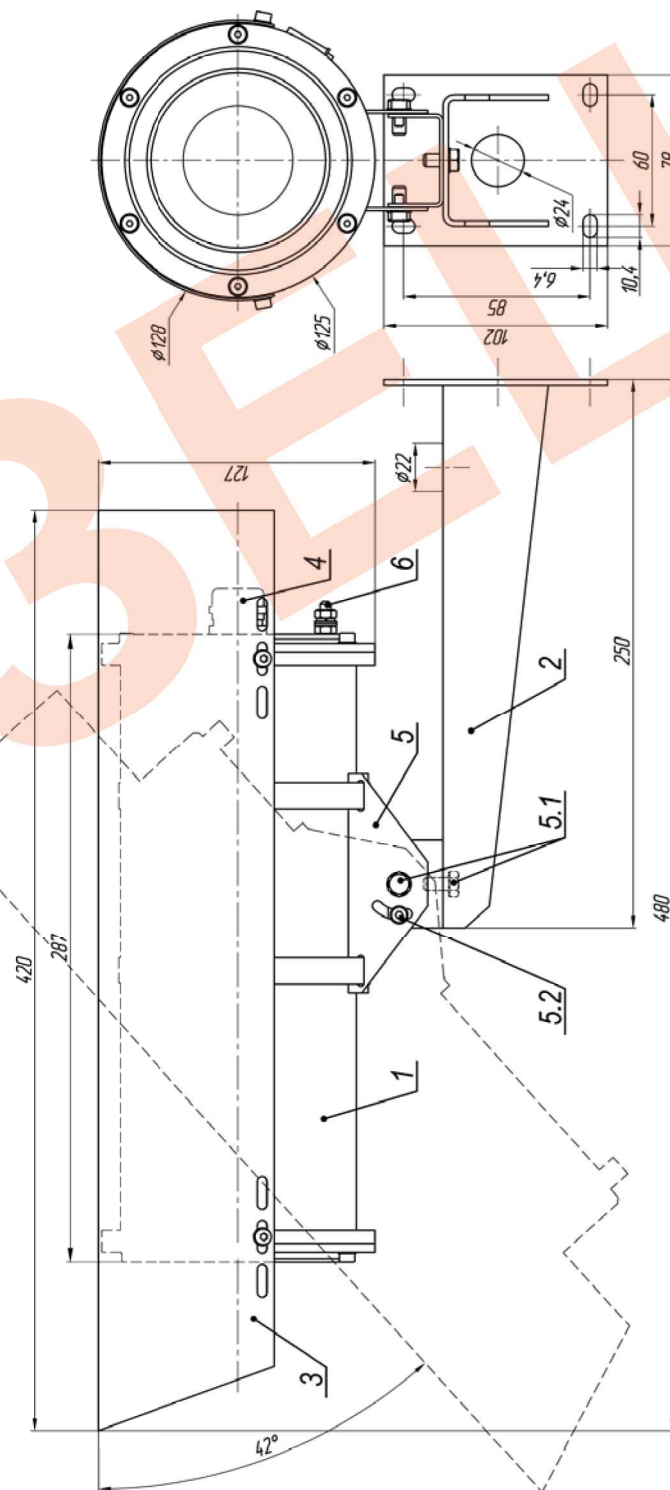

Рис.1 Габаритные и установочные размеры ТВК-195 IP Ex
2. Ослабив болты и винты фиксации шарнира (поз.5.1 и 5.2 рис.1), установить гермобокс на нужное направление обзора, после чего надежно зафиксировать шарнир затянув выше перечисленные болты и винты.
3. Заземлить гермобокс с помощью болта заземления (поз.6 рис.1).
#### Состав изделия: (см. рис.1)